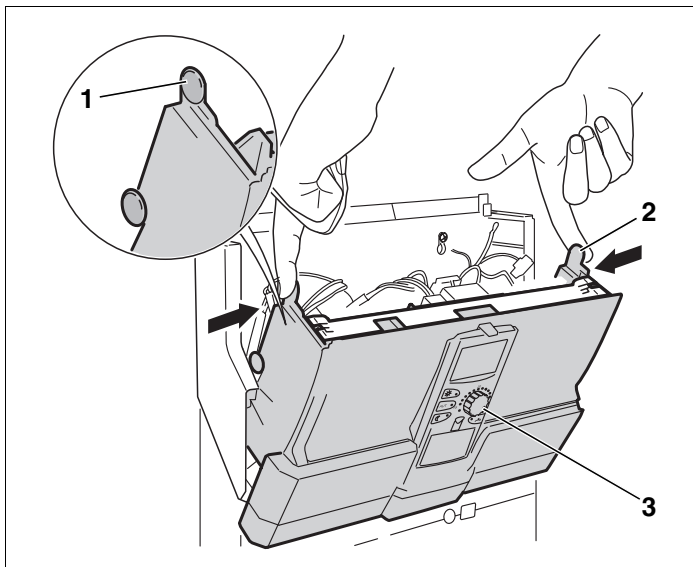

Bild 3 Gerätevorderteil ausklappen
- Obere Noppen (→ Bild 3, [1] und [2]) auf beiden Seiten nach innen drücken.
- Das Gerätevorderteil mit dem MEC2 (→ Bild 3, [3]) nach vorne ausklappen.